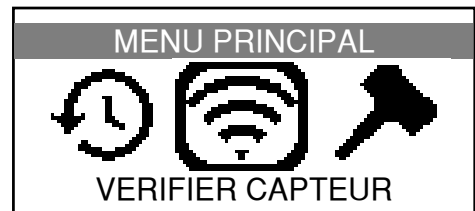

Fig. 4
- puis affiche le **MENU PRINCIPAL** (Fig. 4).